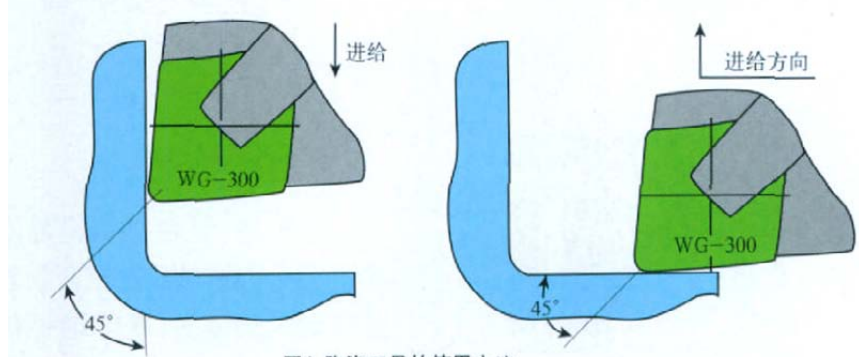

图4 陶瓷刀具的使用方法
(8) 适用于硬质合金刀具的走刀路线应区别于陶瓷刀片走刀路线,(见图4)。由于沟状磨损陶瓷刀片会很快失效。陶瓷刀具切削编程与硬质合金刀具的编程方法和走刀路线不完全同,必须采用恰当的走刀路线和切削参数。
(9) 壁厚小于2mm的薄壁件的精加工,不适合选用陶瓷刀具。还是要使用硬质合金刀具。